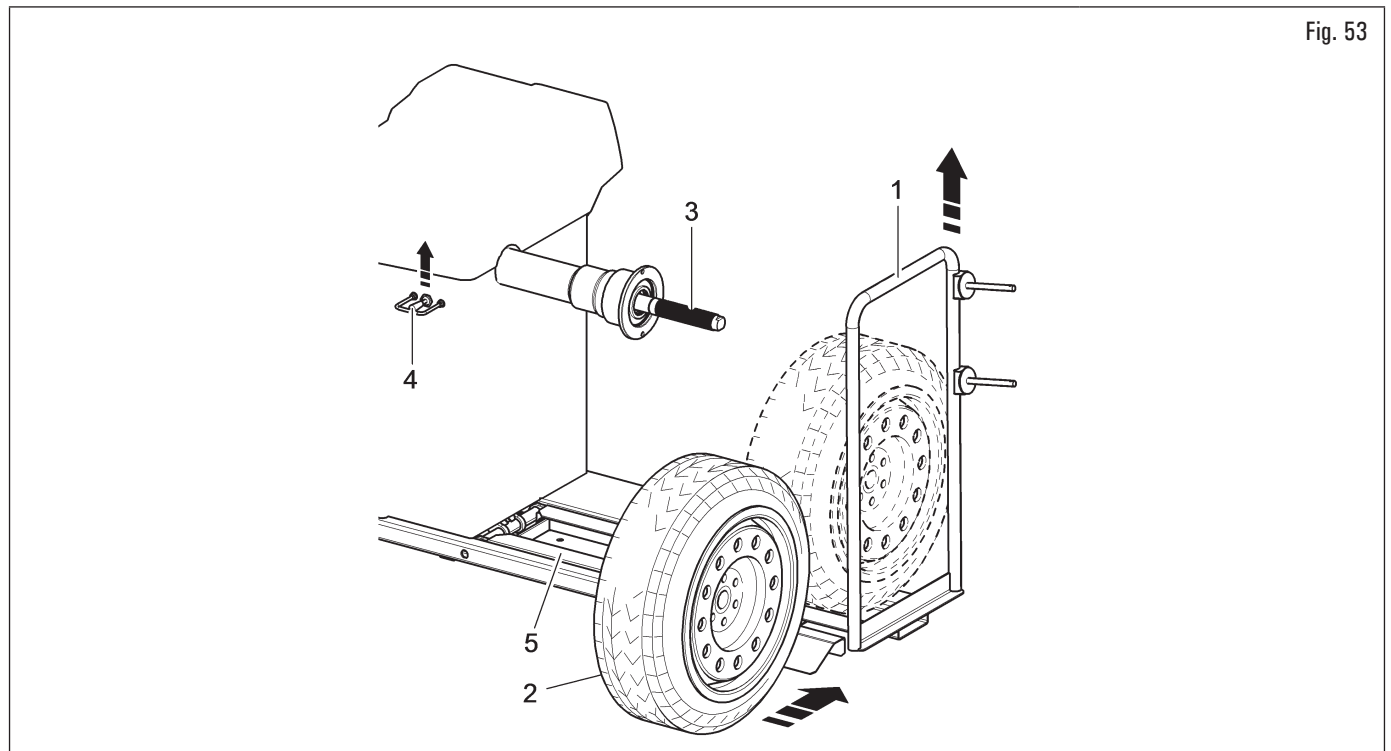

Fig. 53
1. Déplacer vers droite le support roue (Fig. 53 réf. 1) ;
2. libérer la roue (Fig. 53 réf. 2) de tout corps étranger : poids déjà existants, pierres et boue, et s'assurer que le mandrin (Fig. 53 réf. 3) et la zone de centrage de la jante soient propres, avant de monter et fixer la roue sur le mandrin ;
3. positionner la roue (Fig. 53 réf. 2) sur l'appui roue (Fig. 53 réf. 1) avec la côté interne de la jante vers l'équilibreuse. Actionner le commande de l'élévateur (Fig. 53 réf. 4) et, en le maintenant soulevé, faire monter la plate-forme (Fig. 53 réf. 5) ;
4. déplacer le support de roue vers la gauche (Fig. 53 réf. 1) et, en même temps, centrer la roue sur le mandrin avec un minimum d'effort, quel que soit son poids ;